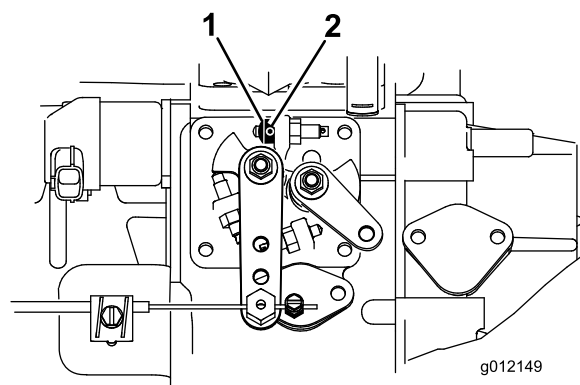

Figura 7
1. Desaperte o parafuso no travão do regulador (Figura 7).
2. Deslize o travão do regulador para o parafuso de travão de ralenti elevado (Figura 7). A extremidade angulada do travão do regulador deve ser posicionada virada para fora.